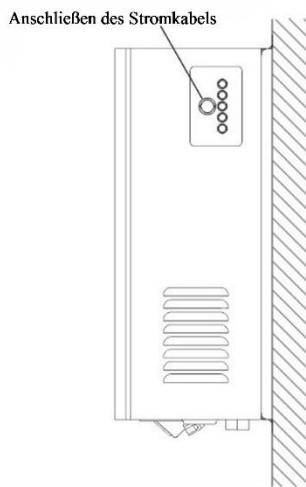

Abbildung 8. Lage des Kabelauslassfeldes
B) Schließen Sie das Netzwerkkabel an (Abbildung 8)